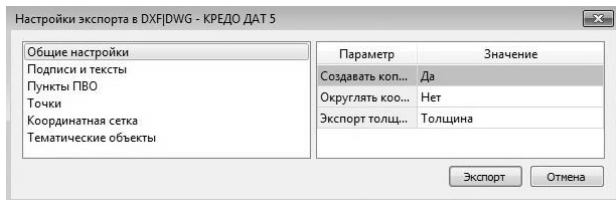

Рис. 43 Настройки экспорта в DXF
8. Откройте проект **Пример ситуации** и выберите функцию **Файл/Экспорт/DXF**. Загружается окно **Настройки экспорта в DXF** (рис. 43) для назначения параметров экспорта.